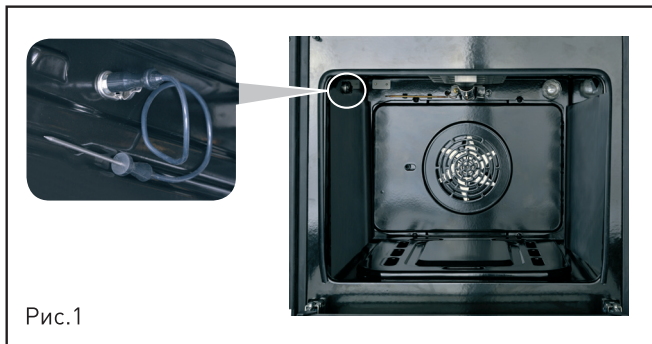

Рис.1
1. Откройте дверцу духовки до упора, при помощи отвертки надавите на блокировочные рычажки на петлях с правой и левой стороны и поднимите их (Рис. 1).